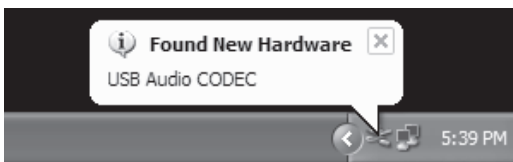

Abb. 1
1. Beim ersten Anschließen der L-Serie an einen USB-Port installiert Windows die Universaltreiber für diesen Port. Es erscheint eine Sprechblase mit dem Hinweis, dass ein USB Audio Codec gefunden wurde (Abb. 1).